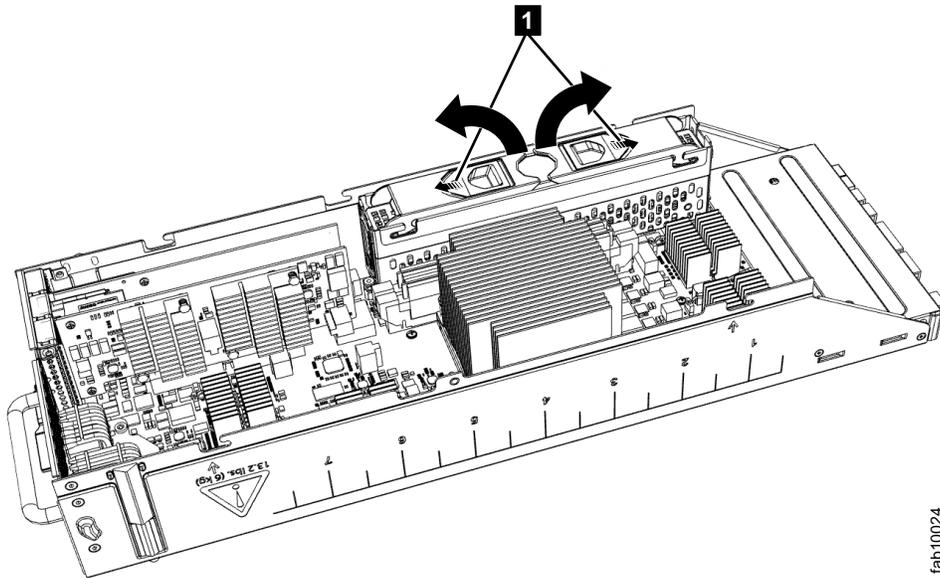

Figura 92. Abrindo os braços de travamento para desconectar uma bateria da caixa do nó do Storwize V7000 Gen2
4. Espalhe as duas travas da bateria azuis para fora, como mostrado em Figura 92 na página 337. Levante e abra ambos os braços de travamento da bateria simultaneamente para desconectar a bateria.